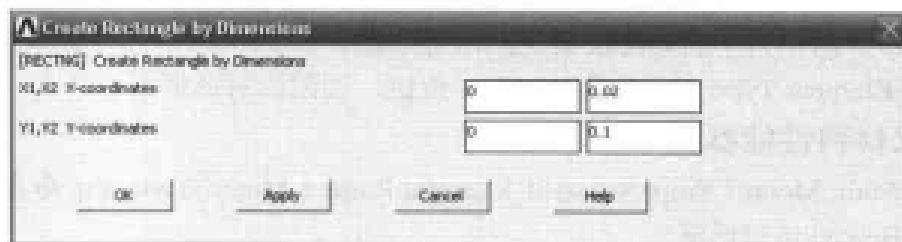

图 12-7 生成矩形面对话框
(1) 选择 Main Menu | Preprocessor | Modeling | Create | Areas | Rectangle | By Dimensions 命令, 出现 Create Rectangle by Dimensions 对话框。参照图 12-7 进行输入, 单击 OK 按钮关闭该对话框。